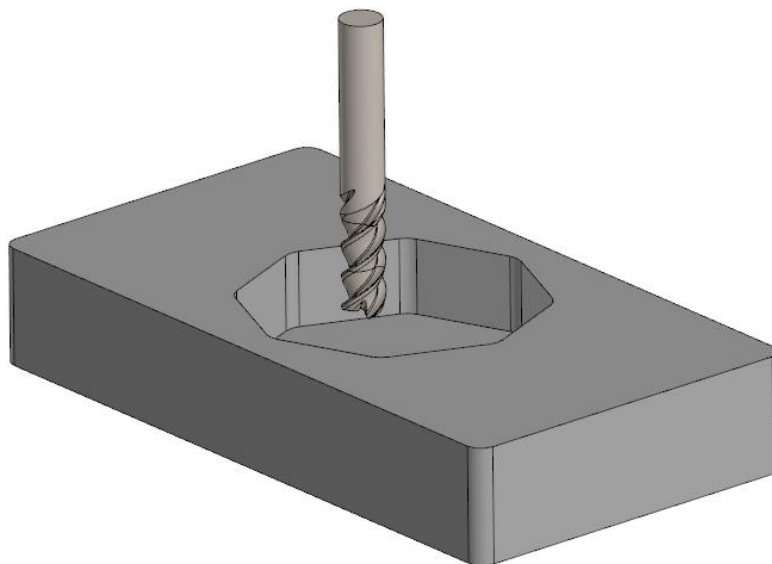
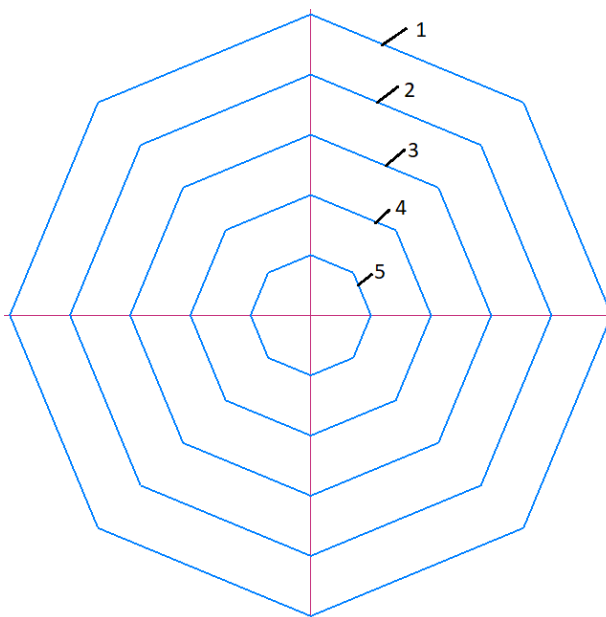

Рис. 4
Рис. 5
На фрезерном станке концевой фрезой обрабатывается деталь 3D-принтера, имеющая углубление в виде правильного восьмиугольника (рис. 4). Траектория фрезы представляет собой пять правильных восьмиугольников без скруглений (рис. 5). Диаметр описанной окружности траектории (1) равен  $d_1=50$  мм, траектории (2) –  $d_2=40$  мм, траектории (3) –  $d_3=30$  мм, траектории (4) –  $d_4=20$  мм, траектории (5) –  $d_5=10$  мм соответственно. Определить **время** (сек.) прохождения фрезы по всем пяти траекториям, если известно, что линейная скорость перемещения фрезы составляет  $V=0,01$  м/с. Временем на переход между траекториями пренебречь.